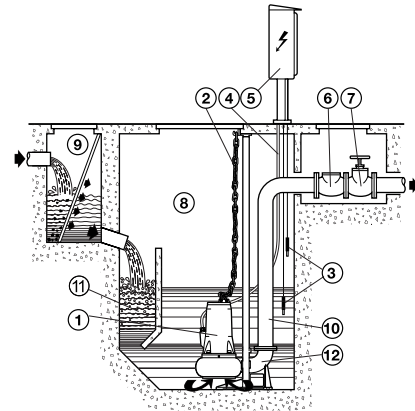

Fig. 6
- fixă cu electropompa poziționată pe piciorul de susținere blocat pe fundul puțului sau bazinului de colectare (fig. 6).
5.2.2 INSTALARE FIXĂ CU CARLIG AUTOMAT PE PICIORUL DE SUPT (FIG. 6)
Pentru pompele neprevăzute cu intrerupător automat cu plutitor incorporat, este necesară instalarea unui sistem de control cu sonde (fig. 6) sau cu plutitor sau alte aparate care să asigure nivelul minim al lichidului și care să protejeze electropompa împotriva mersului pe uscat.